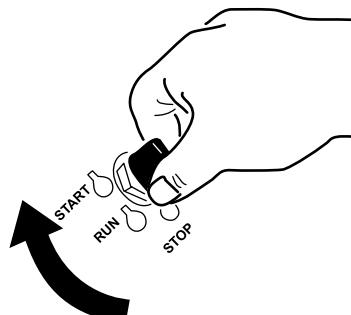

Figura 14
1. Gire la llave de contacto a la posición de ARRANQUE (Figura 14).